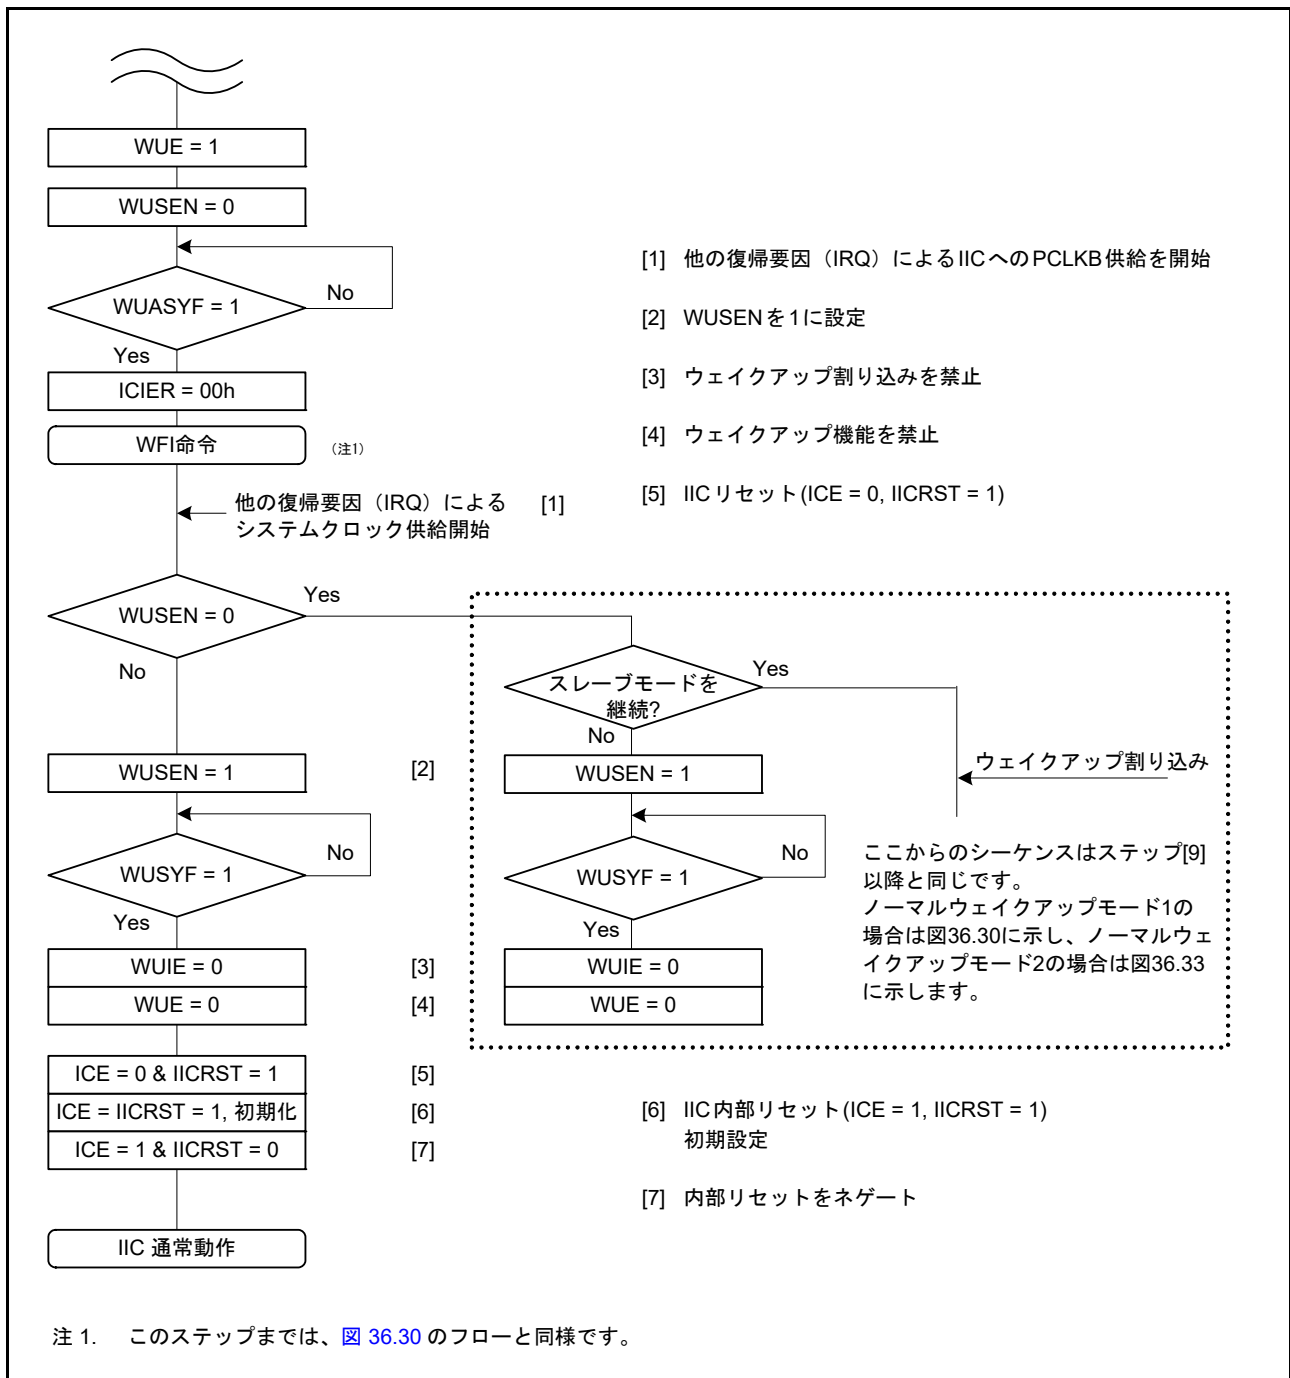
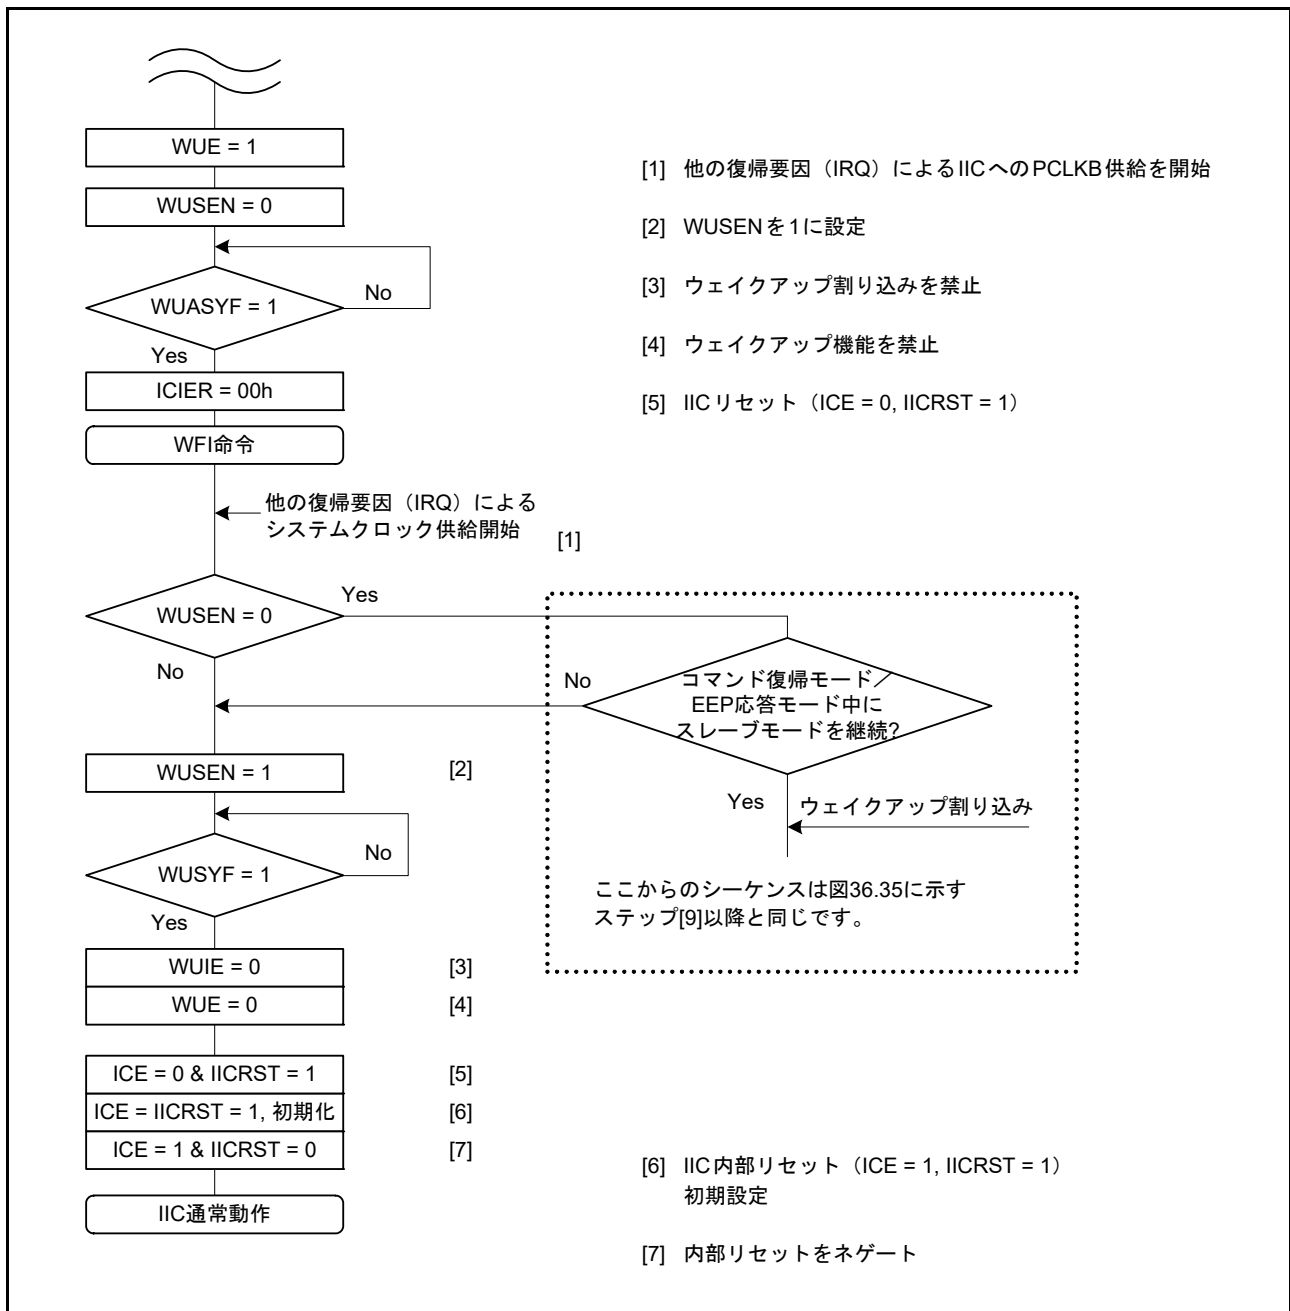

図 36.31 ノーマルウェイクアップモード1および2の動作例 (IIC ウェイクアップ割り込み以外の割り込み (たとえば IRQn) によるウェイクアップの場合)
図 36.36 コマンドリカバリモードとEEP 応答モードの動作例 (IIC ウェイクアップ割り込み以外の割り込み (たとえば IRQn) によるウェイクアップの場合)
- ウェイクアップ割り込み以外の割り込み (IRQn など) で、ソフトウェアスタンバイモードからの遷移がトリガされると、この場合 WUF は設定されません。図 36.31 および図 36.36 に示す処理に従ってください。
2. ウェイクアップ割り込み以外の割り込み (IRQn など) で、ソフトウェアスタンバイモードからの遷移がトリガされると、この場合 WUF は設定されません。図 36.31 に示す処理に従ってください。
2. ウェイクアップ割り込み以外の割り込み (IRQn など) で、ソフトウェアスタンバイモードからの遷移がトリガされると、この場合 WUF は設定されません。図 36.36 に示す処理に従ってください。